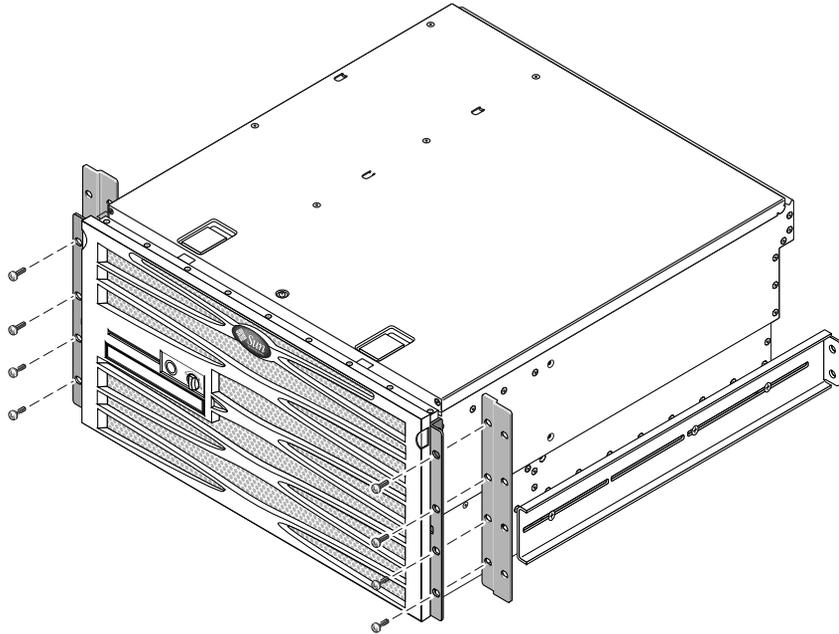

FIGURA 3-20 Montaje de los soportes de ajuste de 600 mm en los soportes de montaje fijo frontales
7. Mediante ocho de los tornillos Phillips de cabeza plana M5 × 8 mm (cuatro tornillos por cada soporte), fije los soportes de ajuste frontales de 600 mm a los soportes de montaje fijo (FIGURA 3-20).